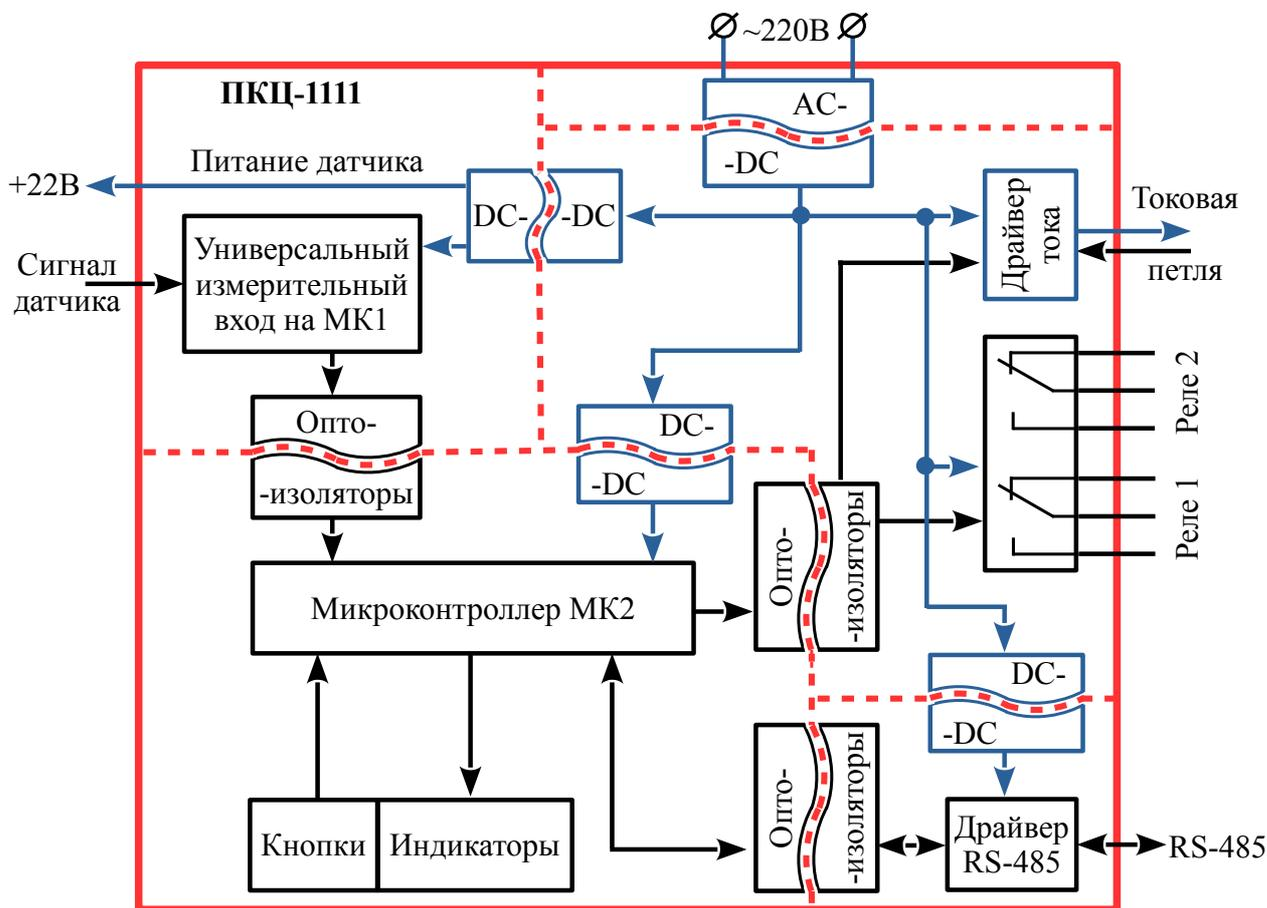

Рисунок 1 - Функциональная схема прибора
7.2.2 Функциональная схема (Рисунок 1) иллюстрирует состав, связи и изоляцию узлов прибора.